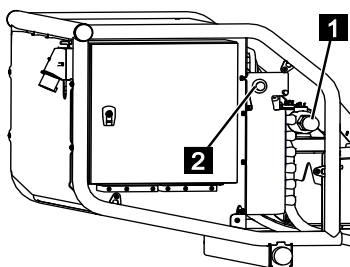

Fig. 182
3. Enfoncer la vanne (Fig.182/1) et la verrouiller dans le sens des aiguilles d'une montre.
4. Appuyer sur le bouton [Commande de secours] (Fig.182/2) et le maintenir enfoncé.